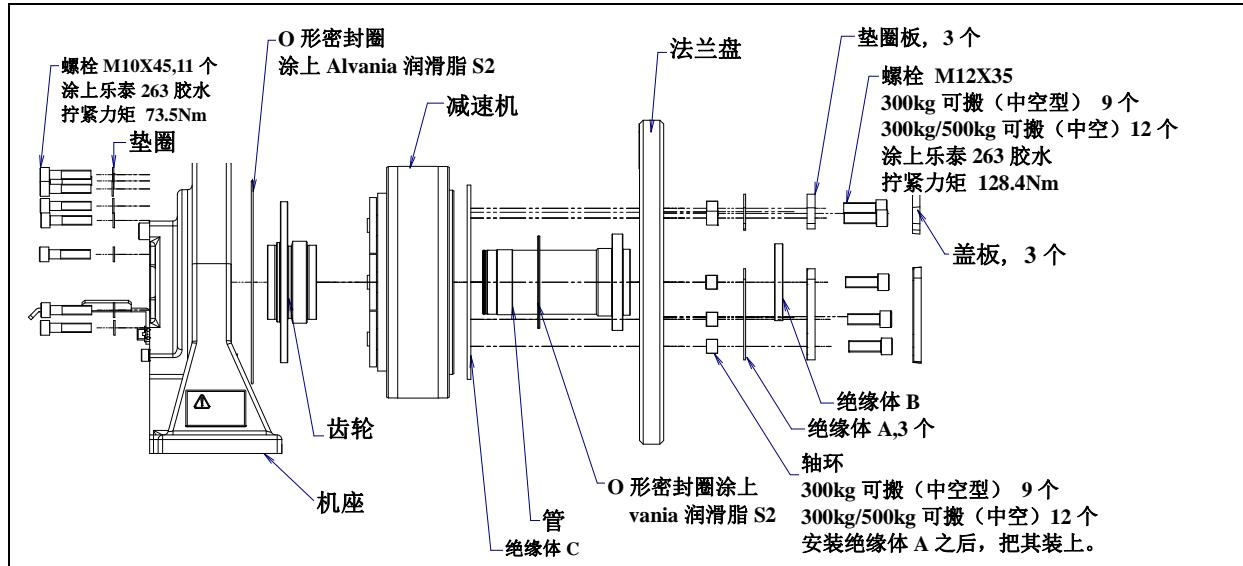

图 6.2 (a) 减速机的更换(300kg 可搬运(中空型))(300kg/500kg 可搬运(中空型))
- 6 然后按照相反的步骤进行新的减速机的装配。此时, 把 O 形密封圈换成新的, 然后把其装到规定位置。注意不要破损油封。有关拧紧力矩和乐泰胶水的涂上, 按照图 6.2 (a)。